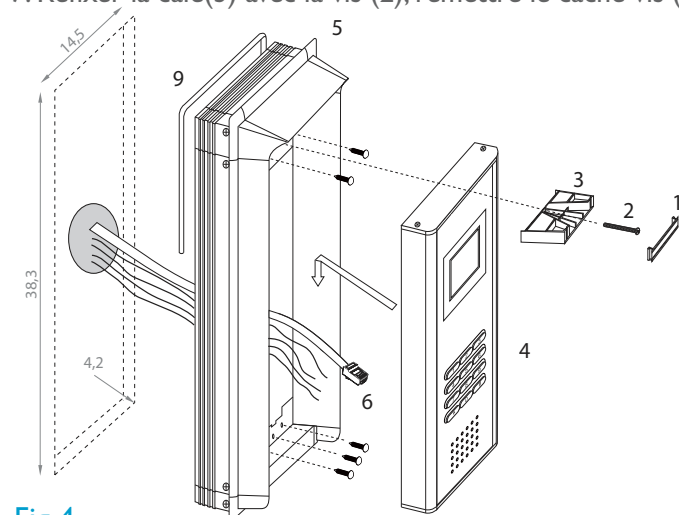
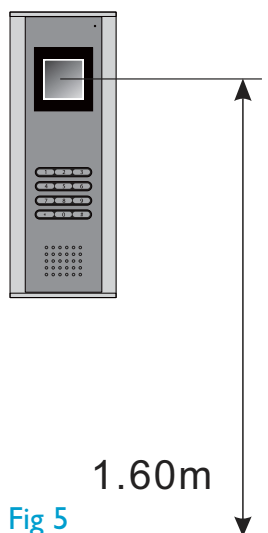

Fig 4
Fig 5
Mettre un joint silicone sur la moitié supérieure entre le boîtier saillie et le mur. La moitié inférieure doit rester aérée pour éviter la buée et l'oxydation prématurée de l'électronique (fig 4(9)).
a. Installation de la platine de rue (fig 4)
1. Enlever la platine du boîtier saillie. Pour cela retirer le cache (1) la vis (2) et la cale (3)
2. Soulever la platine (4) et la retirer.
3. Fixer le boîtier en saillie ou en encastré (5) à hauteur convenable (fig 5) en faisant passer les câbles (6) venant du distributeur et du bloc alimentation.